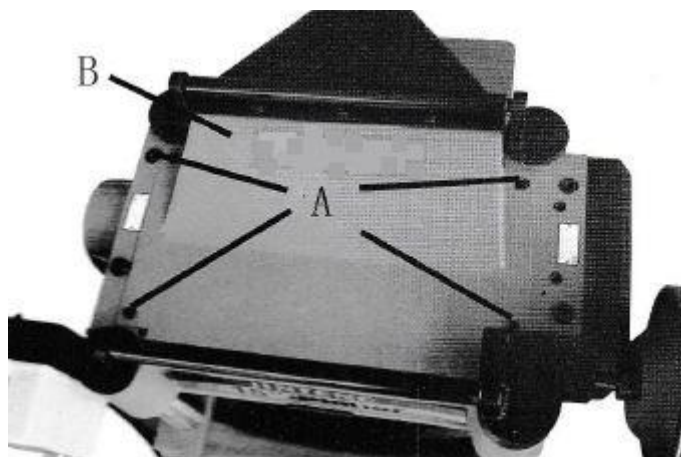

Рис. 19 Демонтаж верхней крышки
2. Отверните четыре винта (А) и снимите верхнюю крышку (В), как показано на Рис. 19.